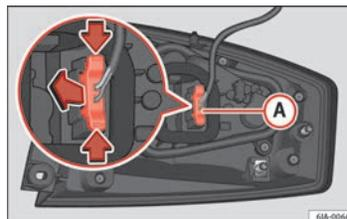

Abb. 157 Leuchtenstecker an der Rückseite der Heckleuchteinheit
- Lösen Sie den Stecker **(A)** ⇒ Abb. 157 der Leuchte, indem Sie die seitlichen Hebel betätigen (Pfeile) und den Stecker nach außen ziehen.